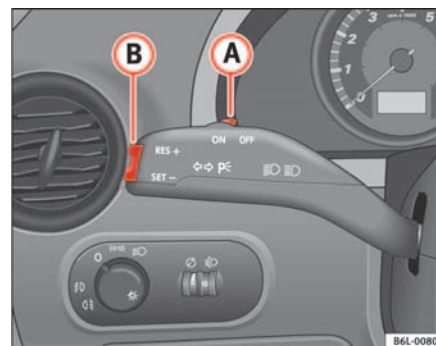

Fig. 102 Levier des clignotants et de l'inverseur-codes : commandes du régulateur de vitesse
- Appuyez sur la partie supérieure **RES+** de la commande à bascule ⇒ fig. 102 **A** pour augmenter la vitesse. Tant que vous maintenez enfoncée la commande à bascule, le véhicule accélère. Lorsque vous lâchez la commande à bascule, la nouvelle vitesse est mémorisée.
⇒ page 147, fig. 102 **(A)**.